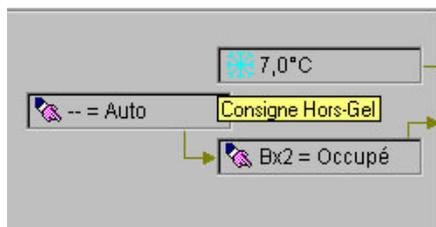

Figure 2.75 :
- Consigne Hors-Gel : cette température, utilisée uniquement en mode Veille et en sélection de type Chaud, est un seuil en dessous duquel la température de la zone surveillée ne doit jamais descendre (figure 2.75).